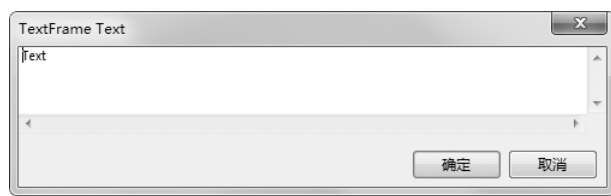

图 3-83 文本内容编辑对话框
- 文本：用于输入文本内容。单击下方的 按钮，系统将弹出一个文本内容编辑对话框，用户可以在里面输入文字，如图 3-83 所示。